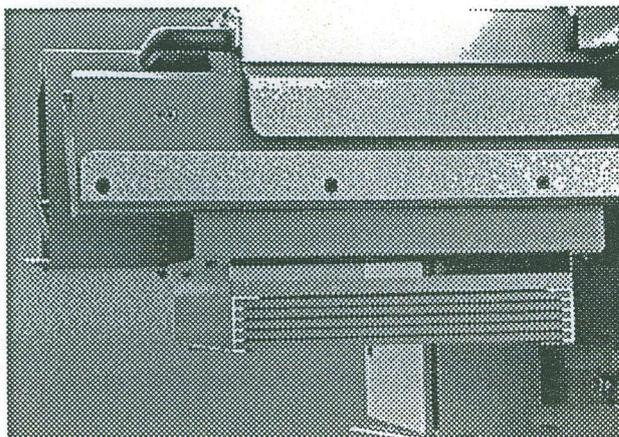

Bild 5.13
- Siehe Bild 5.13, nächste Seite, für 5 Sägeblätter mit 350 mm maximalem Durchmesser.